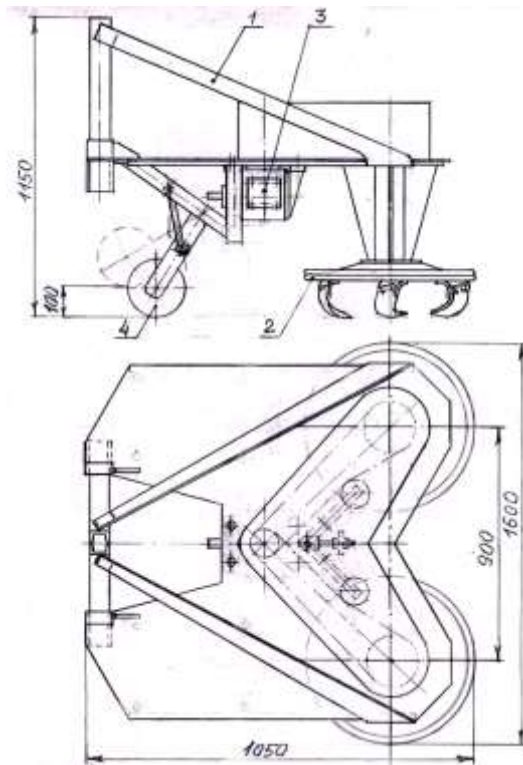

Рис. 1. Конструкційна схема машини
3.1 Конструктивно фреза (рис. 1) складається з рами 1, двох рядів робочих органів 2, які рівновіддалені від її повздовжньої осі, механізму приводу 3 та двох опорних коліс 4. Кожен ряд складається із вертикального фрезерного барабану з шириною захвата 640 мм.